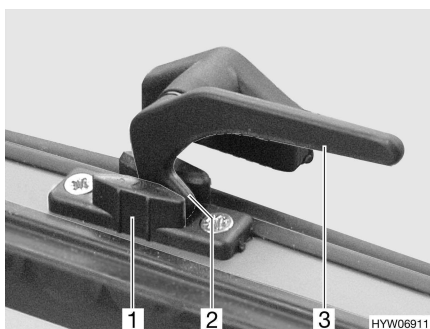

Bild 29 Låsarm i läget "kontinuerlig vädning"
- I läget "kontinuerlig vädning" (Bild 29)
- Sväng låsarmen (Bild 29,3) ett kvarts varv mot fönstrets mitt.
- Vrid tillbaka låsarmen. Därvid måste låsspaken (Bild 29,2) föras in i spåret på fönsterlåset (Bild 29,1).